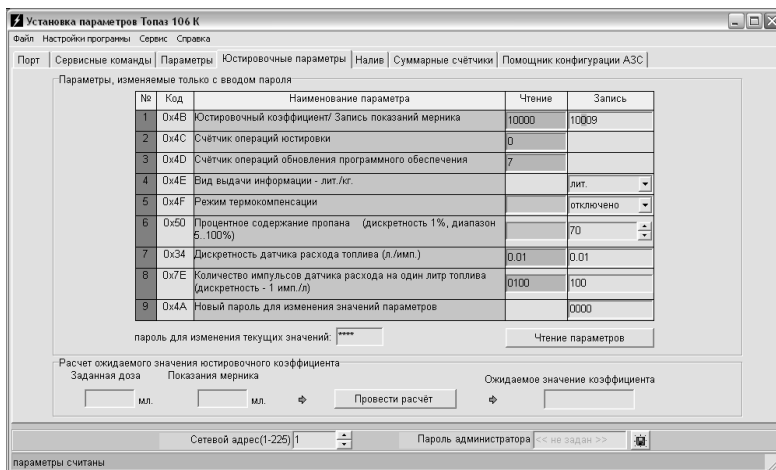

Рисунок 5
7.5 На вкладке "Юстировочные параметры" программы производится работа с юстировочными параметрами устройства (рисунок 5).